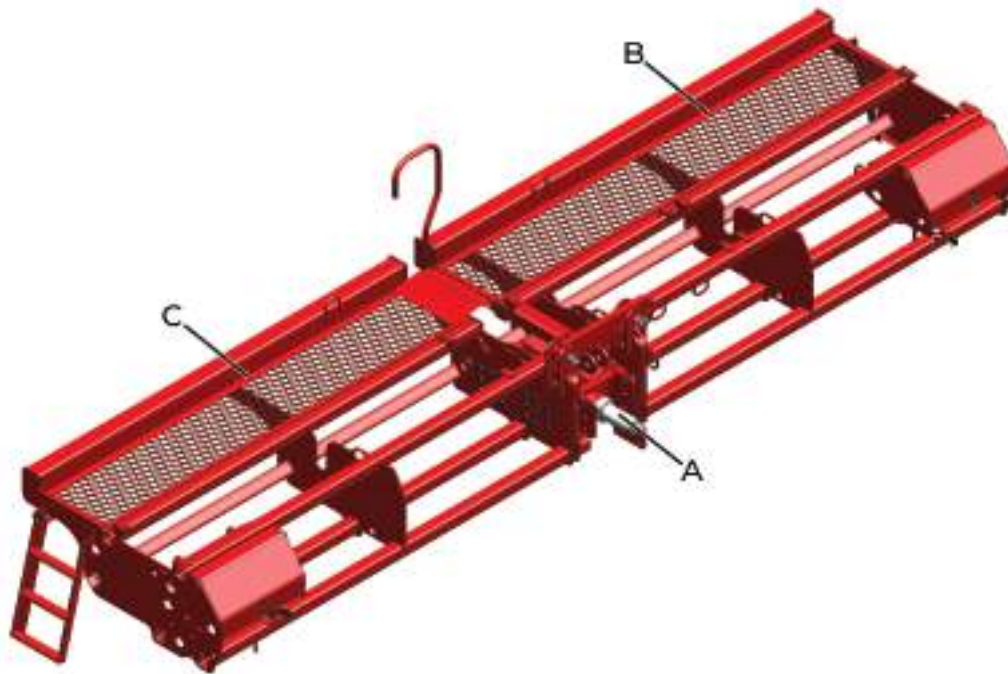

fig. 141
O sistema de articulação (A) permite que o implemento trabalhe em terrenos pouco acidentados e com desníveis, dentro do seu ângulo limite de articulação, que é de 14° para cima e 14° para baixo. O chassi esquerdo (B) é fixo e o chassi direito (C) articulável (*fig. 141*).